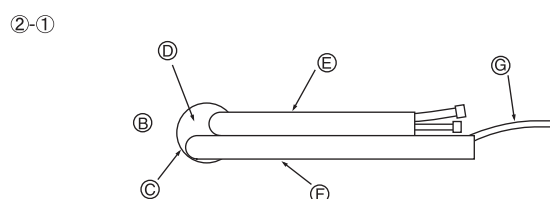

Fig. 3-5
② Tubagens do lado esquerdo e da retaguarda esquerda
- ②-① Para as tubagens da retaguarda esquerda, extraia os tubos do furo para determinar o seu comprimento exacto e vergue-os. A unidade interior deve ser fixada na placa de montagem na parede. (Fig. 3-5)